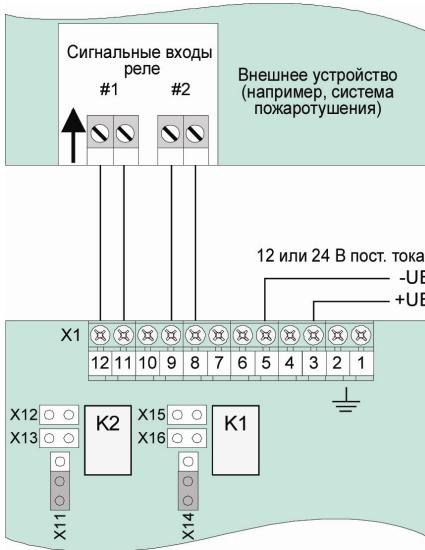

Рис. 8 Реле 1 + 2 – сухой контакт без контроля линии
- Реле 1 + 2, сухой контакт без контроля линии (рис.8)